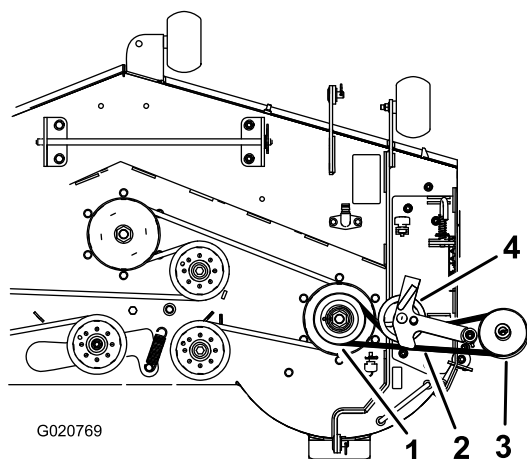
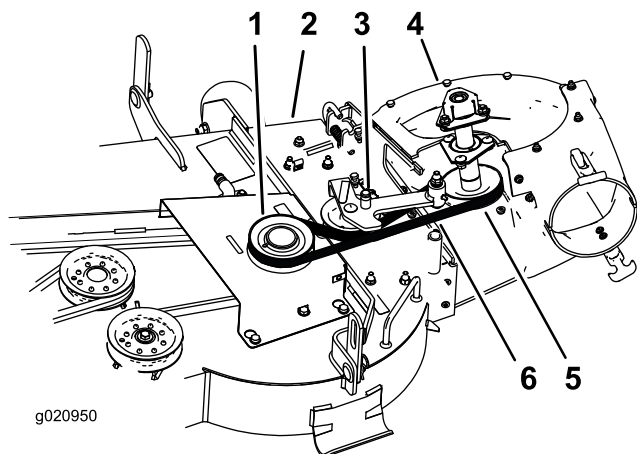

Figure 17
Figure 18
1. Si nécessaire, installez la courroie sur la poulie de ventilateur (Figure 18).
1. Au besoin, installez la courroie sur la poulie de ventilateur (Figure 17 et Figure 18). Reportez-vous à 5 Montage du ventilateur (page 11).
3. Acheminez la courroie autour de la poulie d'entraînement comme montré à la Figure 17 et la Figure 18.
4. Acheminez temporairement la courroie sous la poulie de tension (Figure 18).
7. Tirez la poulie de tension rappelée par ressort pour l'éloigner de l'ergot de ressort fixe et chaussez la courroie sur la poulie du tablier de coupe (Figure 18).